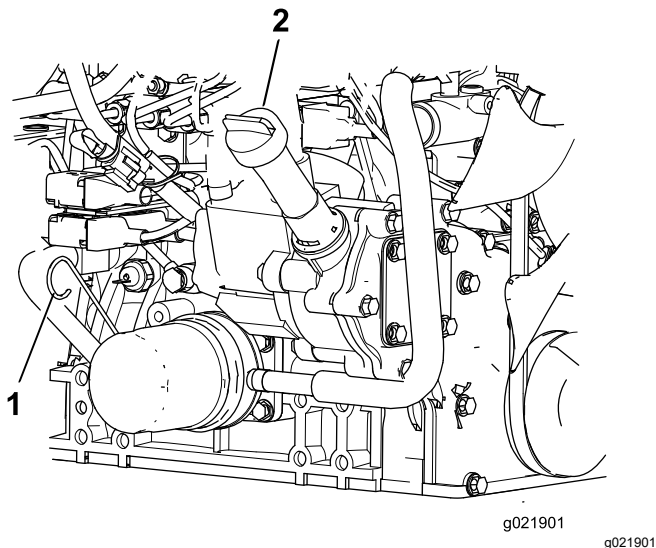

Figura 83
- Retire a vareta, limpe-a, coloque-a no tubo e volte a retirá-la em seguida. O nível de óleo deve estar entre marca CHEIO e a marca ADICIONAR (Figura 83).
- Se o nível de óleo estiver baixo, retire o tampão de enchimento e adicione óleo até que fique entre a marca CHEIO e a marca ADICIONAR (Figura 83).